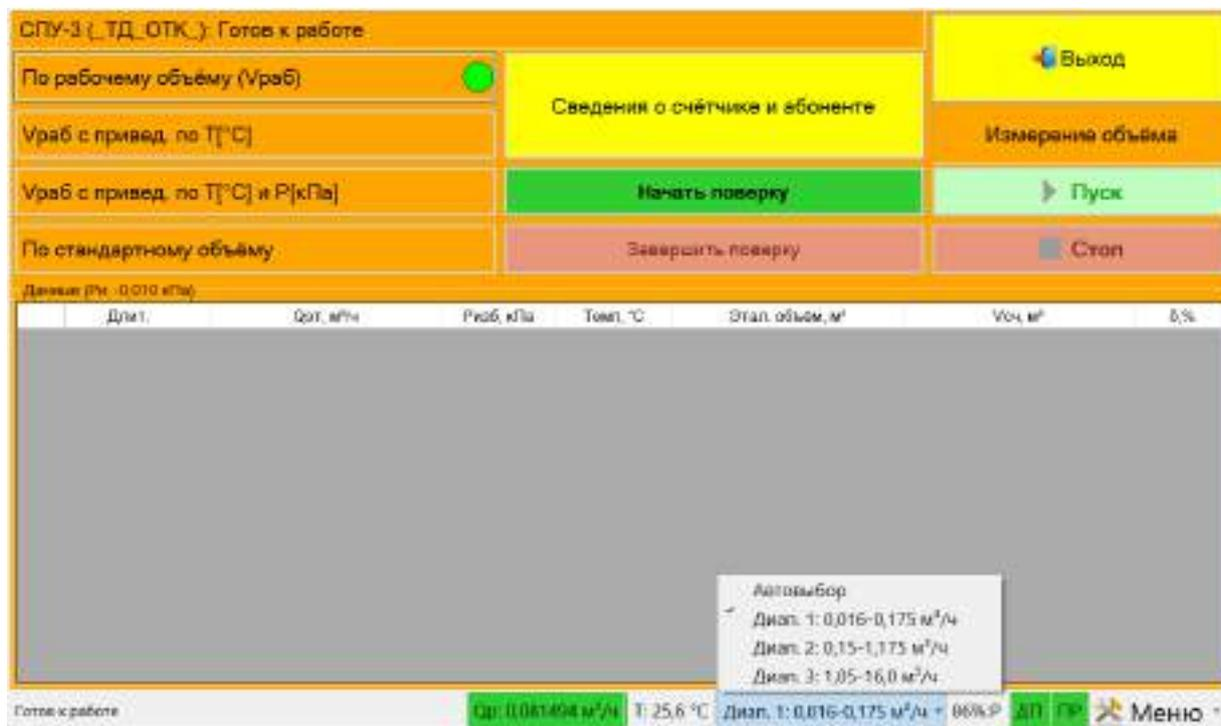

Рисунок 11
- «Диап.» осуществляется настройка рабочего диапазона Установки (рисунок 11).